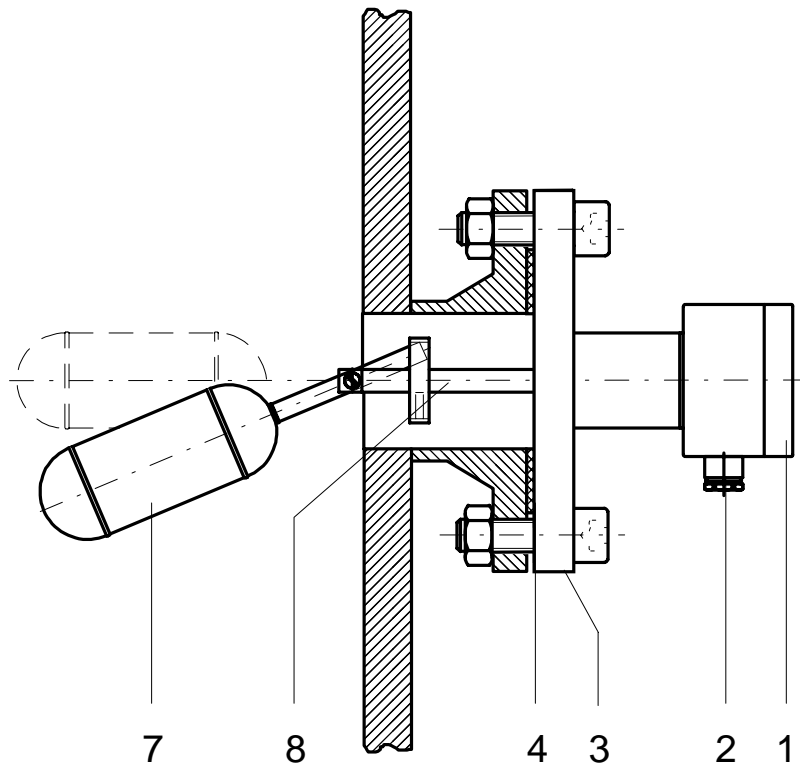

Fig.2
## Exécutions pour un montage à l'horizontale (fig. 2)
Les interrupteurs magnétiques à flotteur destinés à un montage à l'horizontale doivent être montés conformément à la figure 2. Pour les exécutions à bride, il convient d'utiliser les vis et les écrous adaptés à la bride. Pour étouper, il convient de prévoir un joint adéquat (4). Veiller à ce que la position de montage soit correcte. (Le flotteur doit être basculé vers le bas à l'état non actionné).